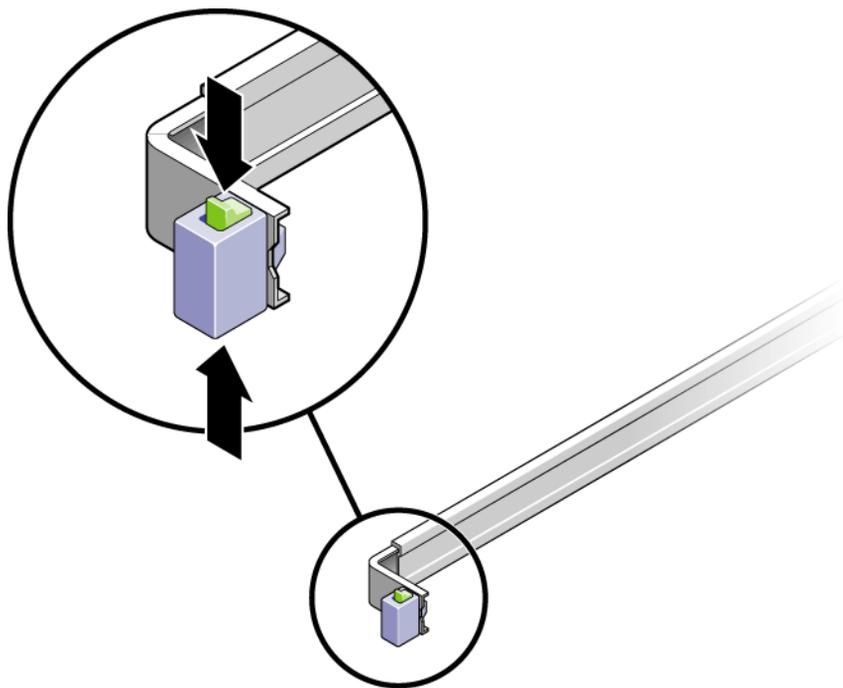

图 2-13 解开滑轨装置的锁定
2. 对底盘左右两侧的滑锁按钮进行解锁（图 2-13），然后慢慢将服务器从机架中拉出，直到滑轨到达终止位置。